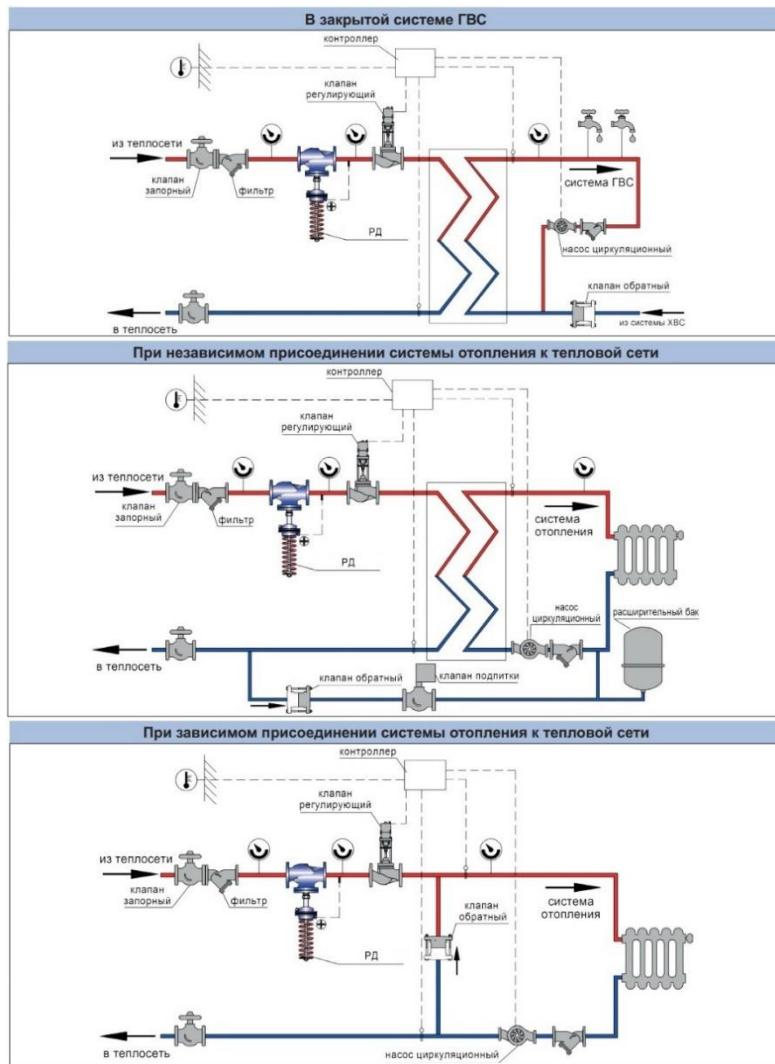
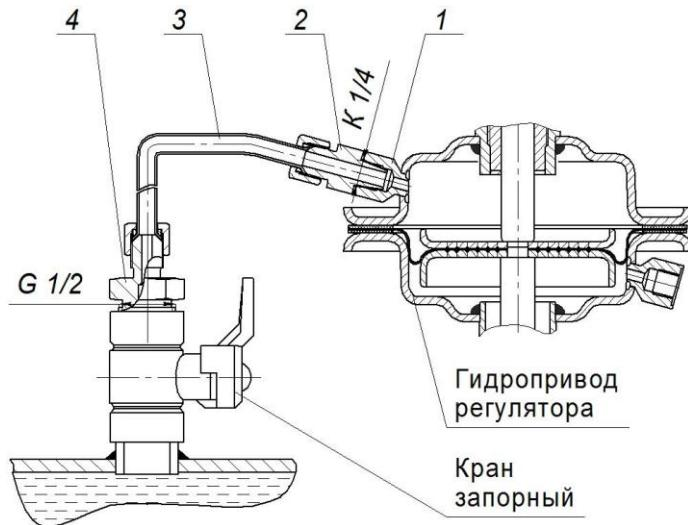

Рисунок 3 - Схемы подключения РД
Рисунок 5 - Пример подключения камеры мембранныго привода
8.1. Установка РД производится в соответствии с рекомендуемыми схемами подключения РД (рис.3). Подключение мембранныго привода к трубопроводу производится при помощи соединительных (импульсных) линий (медные трубы и проходники – таблица 2) в соответствии с рис.5.
8.3. Перед РД установить сетчатый фильтр. В местах отбора импульсов необходимо предусмотреть запорные краны, позволяющие отключать давление от импульсных линий (рис.5).